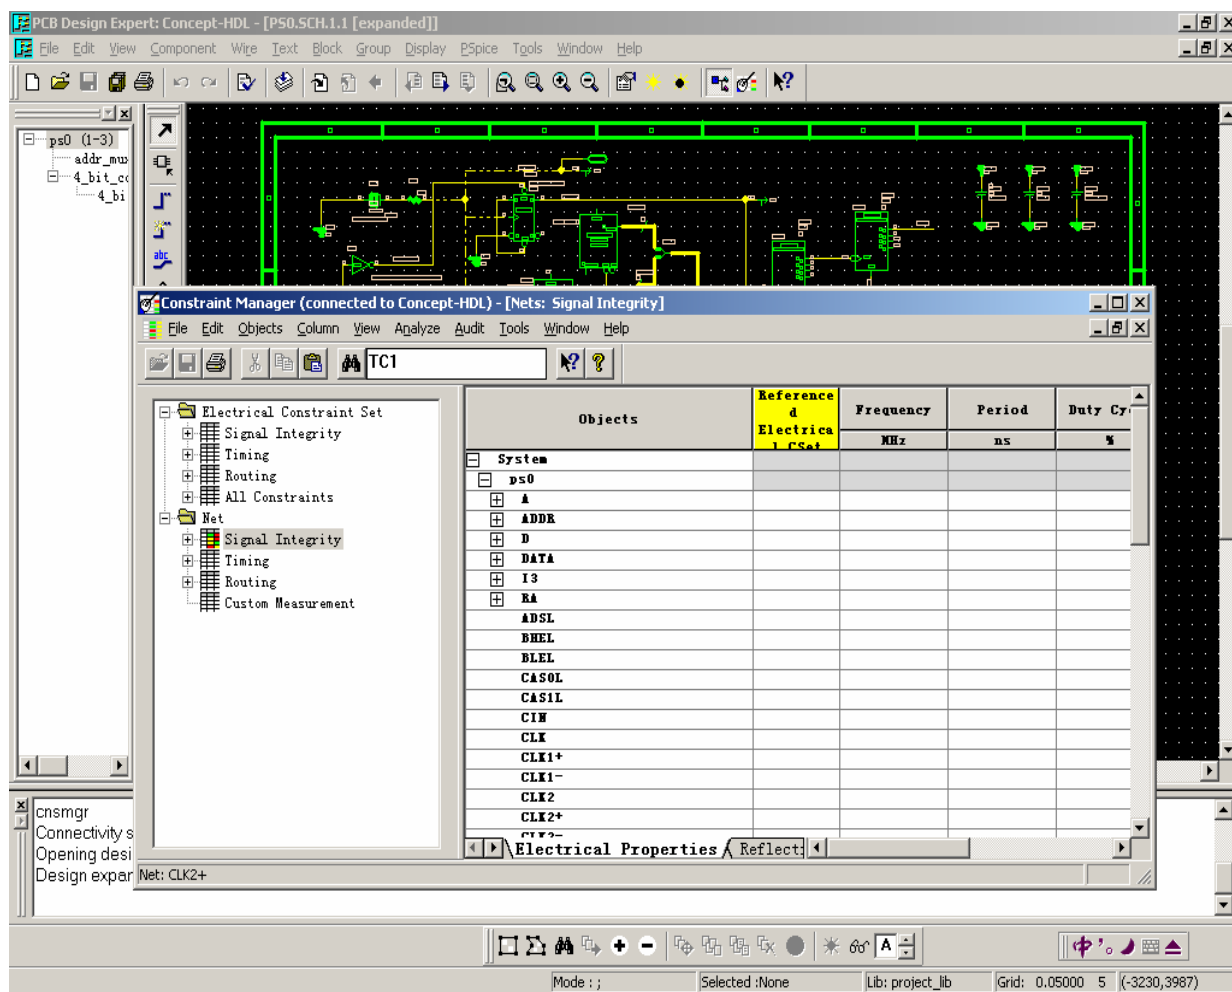

图 1-3 约束管理器界面
5. 点击 Yes 按钮。在设计展开之后，启动约束管理器界面。注意在约束管理器标题栏标识“connected to Concept HDL”，表示约束管理器中的约束来自 Concept HDL。请见图 1-3。